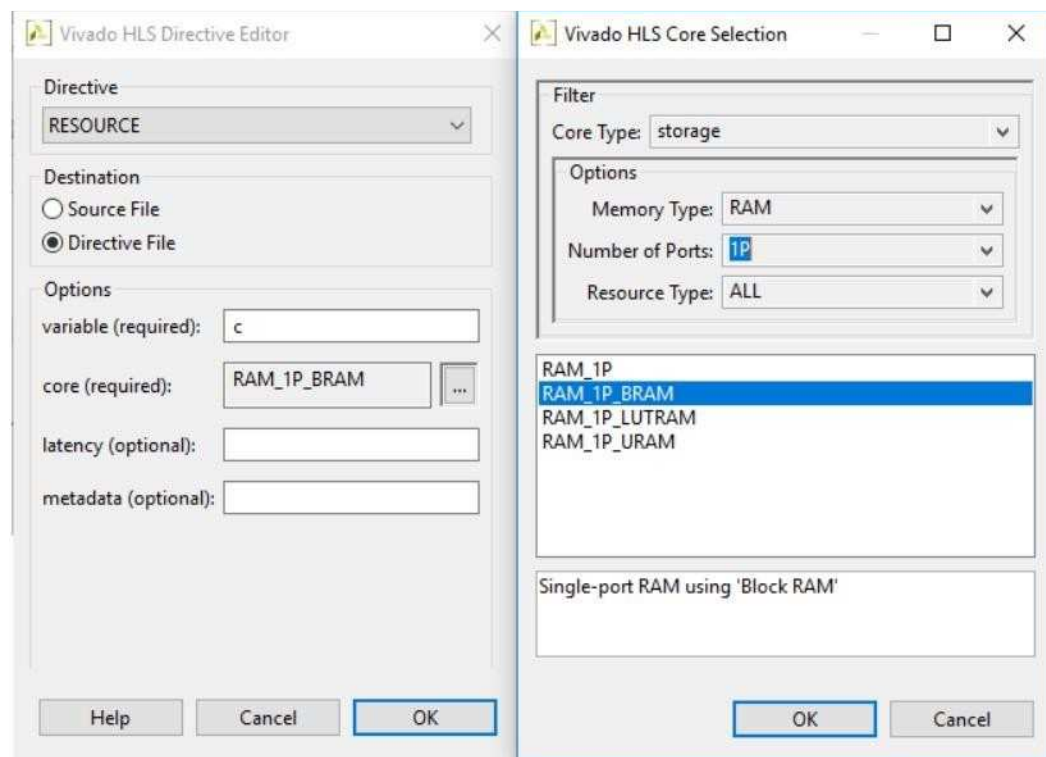

图 2-22: 添加资源指令
c.选择 **RAM_1P_BRAM**，如图 2-22 所示。然后选 OK。